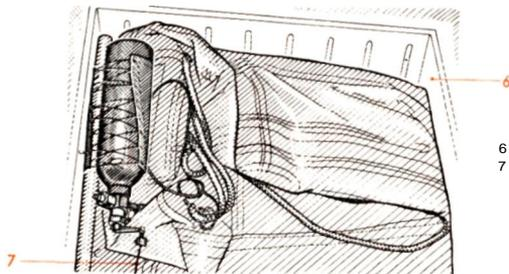

Abb. 29 Zusammenlegen des Schlauchbootes (mit Inhalt)
Das vollkommen luftleere Boot wird flach auf den Boden gelegt. Es ist größter Wert darauf zu legen, daß das Boot luftleer ist. (Am besten wie mit Staubsauger leergesaugt.) Ein Bootsriemen-Mittelstück (1) (Abb. 30) wird aus einer der drei Bootsriemen-Schutztaschen entnommen und, wie aus Abb. 29 bis 31 ersichtlich, mit der Kohlensäureflasche (3) verschnürt, um beim Auslösen und auch während des Fluges die Flasche gegen die seitlichen Bootsraumwände abzustützen. **Es wird nochmals besonders darauf hingewiesen, daß vor dem Einbau der Flasche ihre Füllung durch Wägung zu prüfen ist (1000 g bzw. 1300 g).** Hierauf werden die Schlauchbootsselten nach oben eingeklappt, das Bootsende mit Zubehör angehoben und das andere Ende untergeschoben (Abb. 29 und 30). In dieser Packform wird das Boot mit der Flasche nach vorn in die Bootswanne eingelegt und die Flasche angeschlossen (Abb. 31). Bevor die Klappe geschlossen wird, ist der Notseilzug (4) (Abb. 27) mit dem Karabinerhaken (2) in den Dreieckring (5) unter der Handlochklappe (6) in der Bootsklappe (1) einzuhängen. Es ist darauf zu achten, daß die Handleine (3) (Abb. 25) richtig mit einem Weberknoten (1) an der Rettungsleine (2) befestigt ist. Am anderen Ende der Handleine wird eine mit dem Flugzeug mitgelieferte Zugleine (4) festgemacht. Dieser Weberknoten (Handleine/Zugleine) (5) liegt kurz unter der Klappe die Zugleine geht durch den Klappen-ausschnitt und liegt etwa 700 mm entfernt mit Klemmen befestigt auf dem Rumpf (Abb. 37). Das vordere Ende wird am Spant 9 durch die Haut in den Führerraum geführt, von dort wird das Seil straff gezogen und mittels einer Sechskantschraube befestigt. **Nachdem die Klappe**